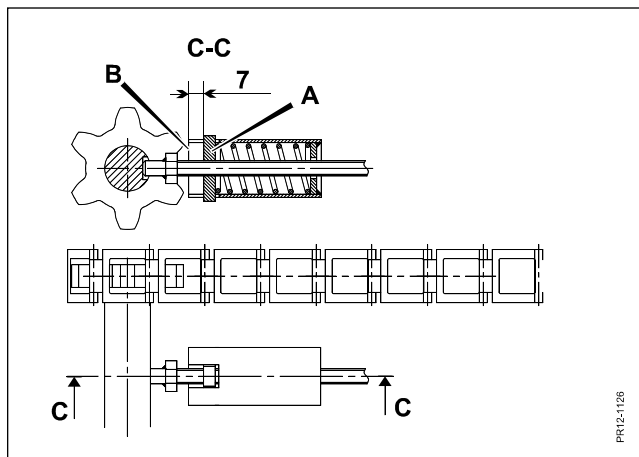

Fig. 7.1
Fig. 7.1 Bundkæden skal spændes når gevindpladen (A) er plan med bøsningens (B) ende. Afstanden imellem gevindpladen og bøsningens ende skal være ca. 7 mm. Se endvidere Fig 7.3.